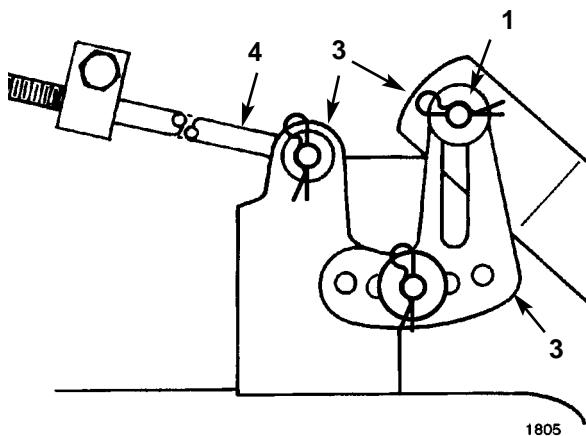

Fig. 41
8. Togliete la coppia a forcina e la rondella dalla staffa di livello del tosaerba, in alto (Fig. 41). Ora rimuovete la staffa dal perno di montaggio. Ripetete questa operazione sul lato opposto del tosaerba.
9. Togliete la coppia a forcina e la rondella dall'estremità dell'asta lunga (Fig. 41). Ora estraete l'asta dall'attacco del tosaerba. Ripetete questa operazione dal lato opposto del tosaerba.